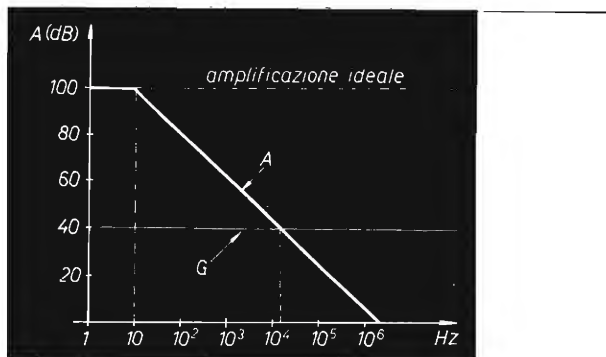

figura 4
In figura 4 è riportato il diagramma dell'amplificazione verso la frequenza di un normale amplificatore differenziale; le scale sono logaritmiche e la curva a tratteggio indica la risposta in frequenza dell'amplificatore ideale.
La formula appena vista consente di osservare molte cose; in particolare ci consente di calcolare l'errore commesso dall'amplificatore nei riguardi dell'ampiezza del segnale applicato. Infatti, osservando il grafico della figura 4, dove è tracciato oltre al guadagno dell'amplificatore a catena aperta anche il guadagno desiderato G , appare evidente che per certe frequenze il guadagno A è certamente maggiore di quello voluto G , consentendo l'applicazione della formula [1].
Vediamo dunque ora di applicare questa teoria a un **esempio pratico**; si supponga che la figura 4 si riferisca all'andamento a catena aperta (A) e chiusa (G) di uno stadio di amplificazione asservito da un classico L741; il punto in ascissa corrispondente all'intersezione dei due grafici indichi, per esempio, una frequenza di 20 kHz.